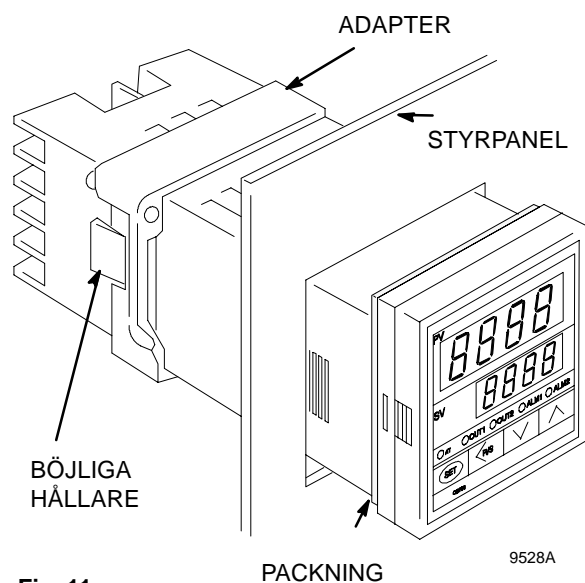

Fig. 11
4. Tryck från framsidan in de böjliga hållarna på sidorna av regulatorn. Dra ut regulatorn ur styrpanelen enligt Fig. 11.